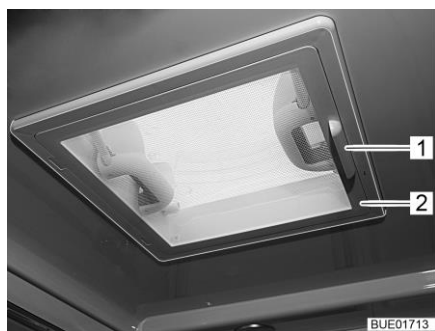

Fig. 25 Oblò a scatto
- Spingere la protezione contro gli insetti (Fig. 25,2) verso il basso utilizzando la maniglia (Fig. 25,1).